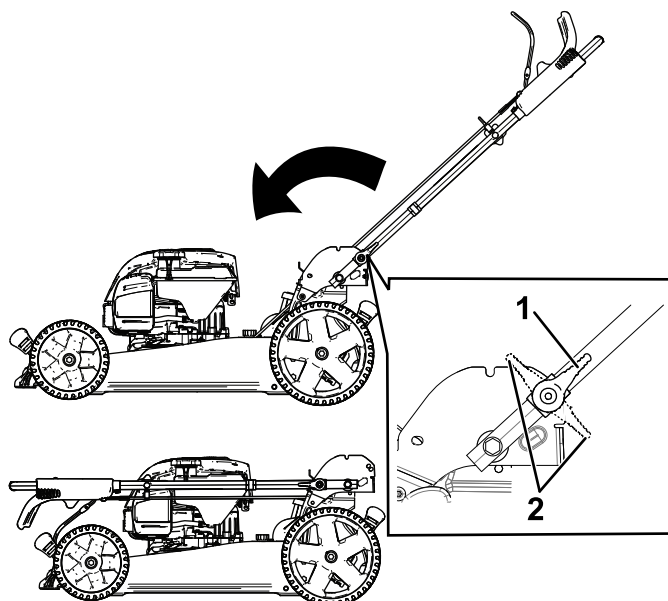

Figura 22
3. Disinnestate i fermi delle stegole (Figura 22).
4. Piegate la maniglia completamente in avanti (Figura 22).